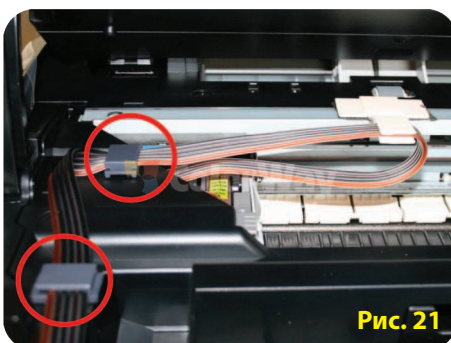

Рис. 21
- 5.5. Закрепите шлейф П-образными клипсами в местах отмеченных на Рис. 21 (после крепления шлейфа первым держателем переверните шлейф и закрепите его вторым держателем).